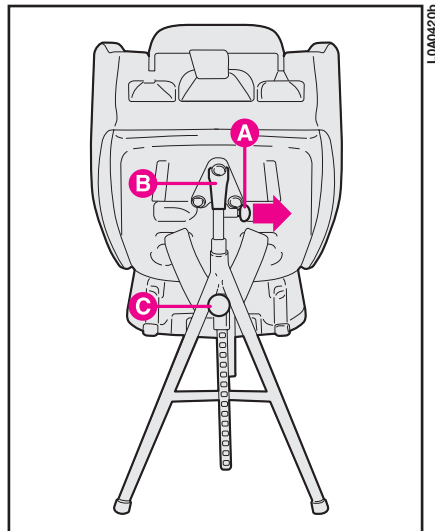

fig. 84
– posizionare ora il piede di sostegno inserendolo nel supporto **B** (fig. 84), fissato sullo schienale del seggiolino; per tale operazione, tirare verso l'esterno la manopola **A** (fig. 84), inserire il piede nel sostegno, rilasciare la manopola **A** e spingere verso l'alto il piede fino a sentire lo scatto del perno di bloccaggio;
– svitare completamente la manopola **C** (fig. 84) ed allungare le due gambe del sostegno fino a quando appoggiano completamente sul pavimento della vettura; riavvitare quindi la manopola **C** in corrispondenza di uno dei fori predisposti.